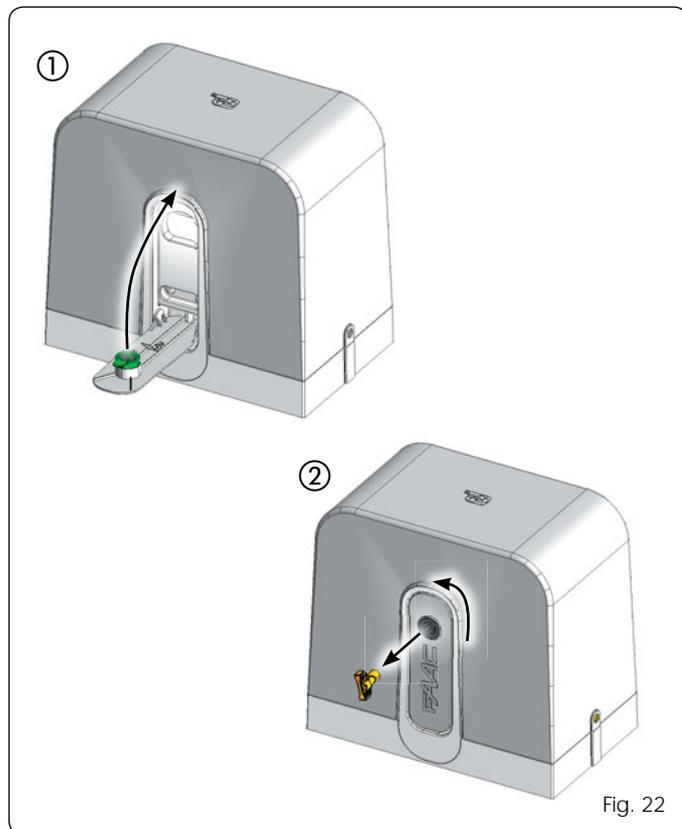

Fig. 22
1. levante por completo la palanca de desbloqueo hasta el tope mecánico (Fig. 22 ref. ①).
2. Gire el desbloqueo hacia la izquierda, de la manera indicada en la Fig. 22 ref. ②.